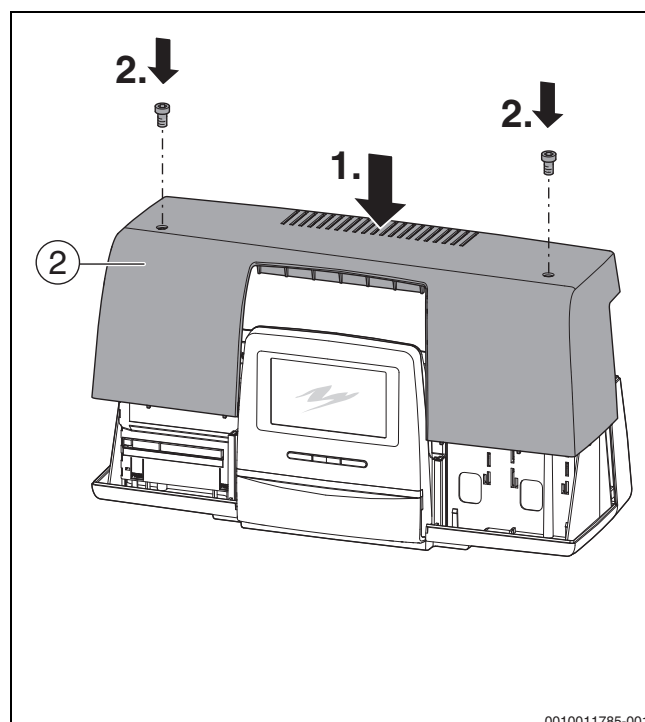

Fig. 38 Montarea capacului detașabil pe automatizări
- Montați capacul detașabil [2] pe automatizări (→ fig. 38, pagina 31).
- Asigurați capacul detașabil [2] cu șuruburile automatizării (→ fig. 38, pagina 31).